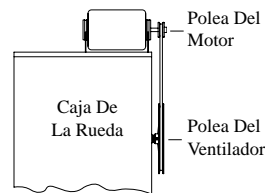

Fig. 3
• **Instale la polea del motor.** Instale la polea ajustable del motor para que quede alineada con la polea del ventilador (Véase fig. 3) y apriete el tornillo.